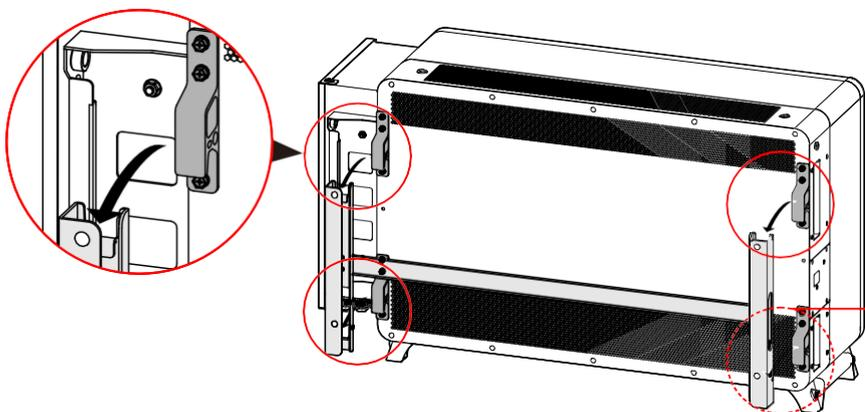

Figura 3-24 Encaixe do inversor no apoio de instalação
- Etapa 6 Levante o inversor até o apoio de instalação, certifique-se de que as abas de montagem do inversor e a ranhura do apoio de instalação estão bem encaixadas e pendure lentamente o inversor no apoio de instalação, como mostrado na Figura 3-24.